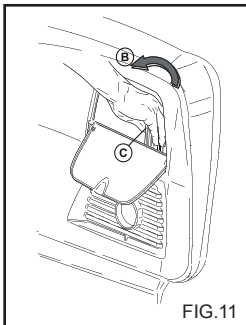

FIG.11
Dette kapitel behandler kun de modeller som er udstyret med "trykregulerende" anordning. Trykregulatoren, fig. 11, giver brugeren mulighed for at indstille arbejdsstrykket. Når knap C drejes mod uret (B) (minimum), nedsættes vandtrykket.